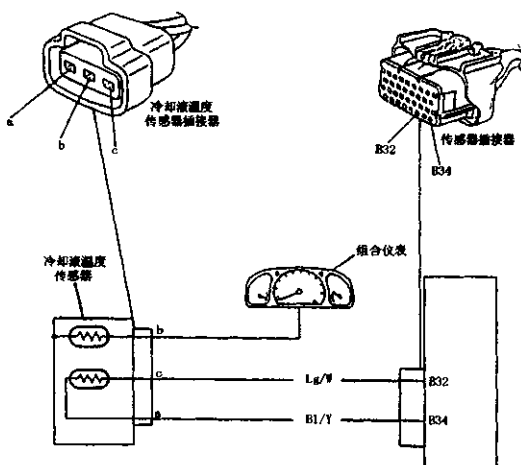

图 2-68 冷却液温度传感器信号电路图
(2) 冷却液温度传感器信号电路,如图 2-68 所示。
① 检查时,关闭点火开关,拆下冷却液温度传感器插接器。
② 打开点火开关,不启动发动机。
③ 测量冷却液温度传感器插接器孔“c”与地之间的电压应为 4~5V。